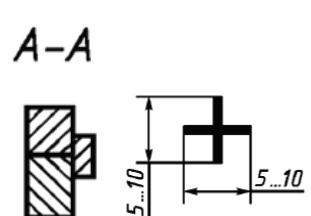

Рис.3
- видиму поодиноку зварну точку, незалежно від способу зварювання, умовно зображають знаком (рис.3). Невидимі поодинокі зварні точки не зображають.